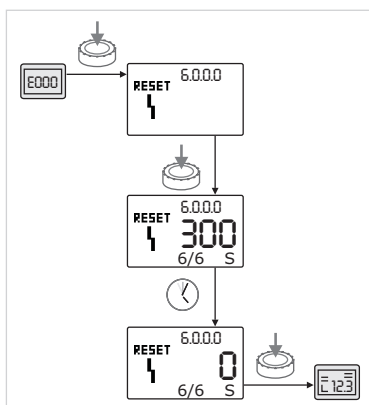

Fig. 50: Fouttype B bevestigen (X = Y)
- Indien het actuele optreden van de fout gelijk is aan het maximale optreden (Fig. 50):